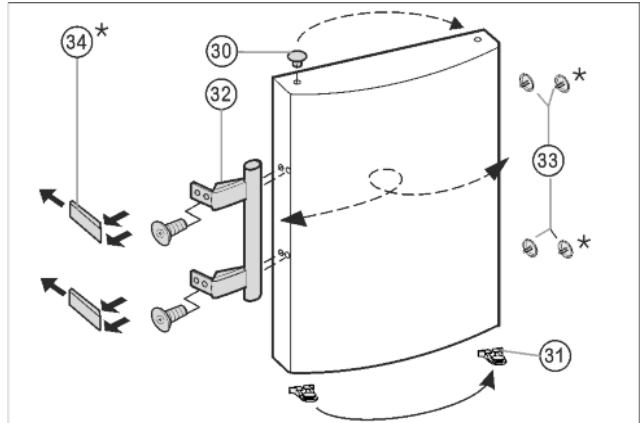

Fig. 9
- ▶ Az ajtó csapágyerselyéből emelje ki és helyezze át a tömítéseket Fig. 9 (30).
- ▶ Szerelje le a Fig. 9 (32) ajtó fogantyúit, a Fig. 9 (33) tömítéseit és a Fig. 9 (34) nyomólemezeit, és helyezze át az ellenkező oldalra.